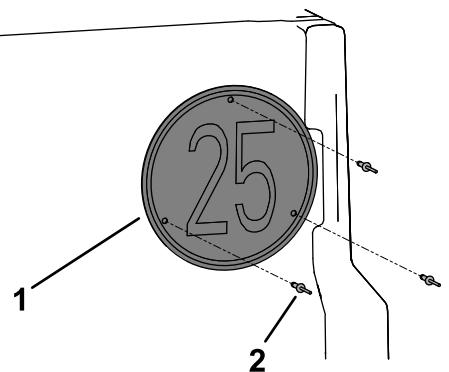

図 18
- テールゲートに速度表示板を取り付けるポップリベット 3/16 x 15/16" 3本で図 18 のように取り付ける。